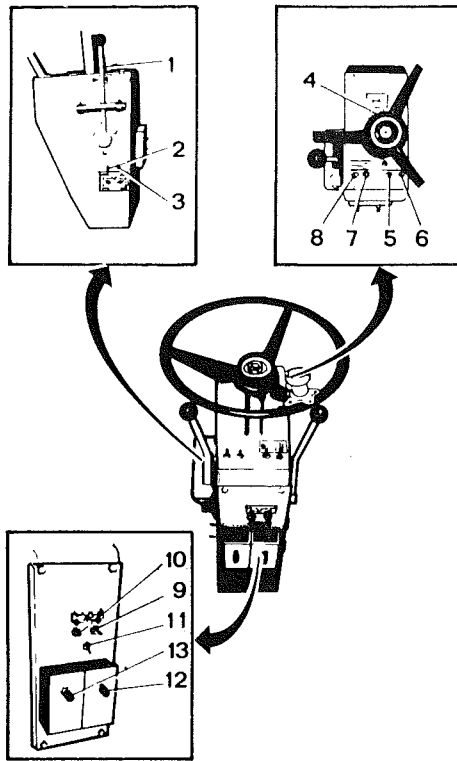

Fig. 16 Panel del conductor
La amplitud de los tambores pueden ajustarse por separado con los interruptores (2), (3), fig. 16. Pueden emplearse distintas amplitudes, es decir alta delante - baja detrás o viceversa.
La conexión y desconexión de las vibraciones se efectúa por separado para el tambor delantero y trasero, con los interruptores (7), (8), fig. 16.